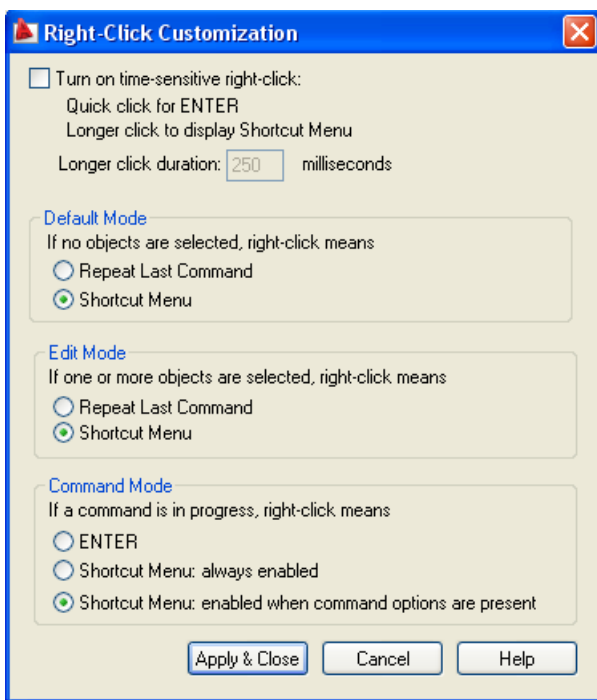

Рис. 4.6
4. Клацніть мишкою на кнопці **Right-click Customization** (Правая кнопка мышки). З'явиться діалогове вікно **Right-Click Customization** (Обработка нажатий правой кнопки мыши) (рис. 4.6).